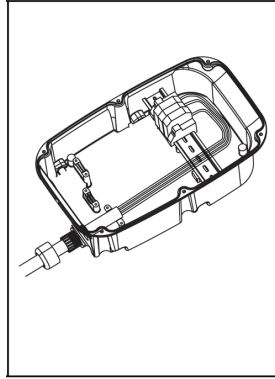

Abb. 16
- a3. Führen Sie die Überwurfmutter über das Kabel und führen Sie anschließend das Kabel durch den Hauptkörper, bis es sicher sitzt (Abb. 16).